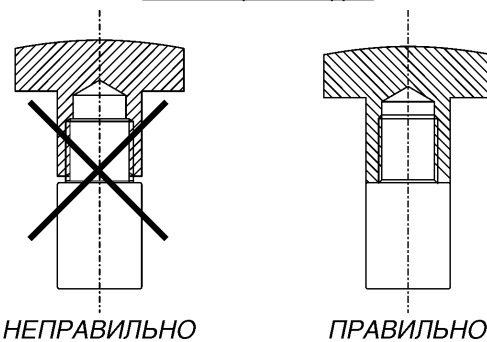

Рис. 3.
- 6.2.6. Подберите рихтовочную насадку соответствующего профиля и смонтируйте её при помощи резьбового соединения на сменный шток необходимой длины до полного соприкосновения (См.Рис.3). Установите шток во втулку поршня гидроцилиндра.